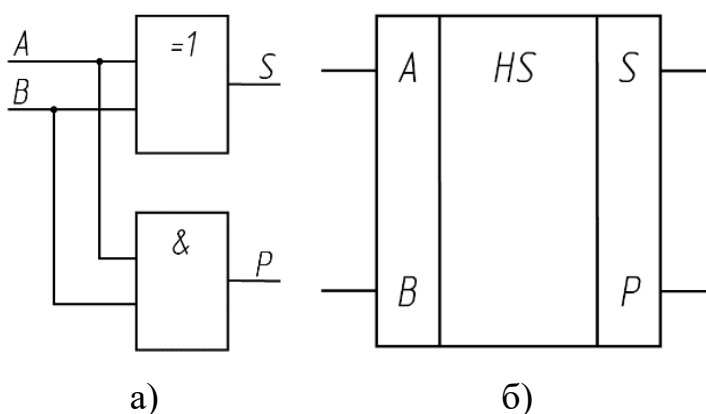
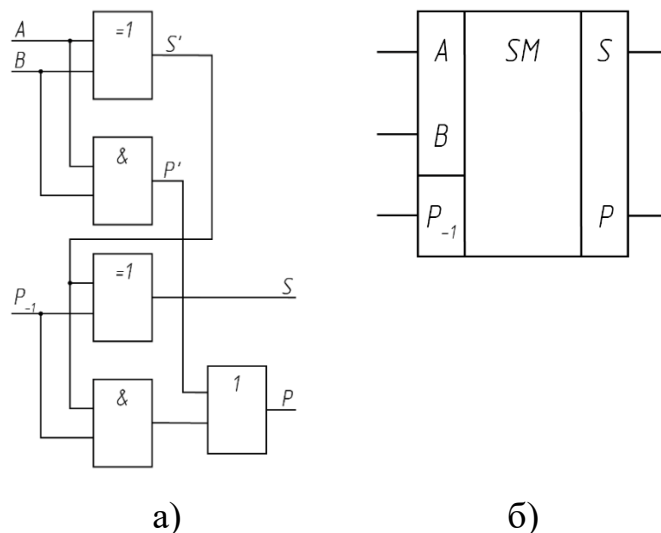
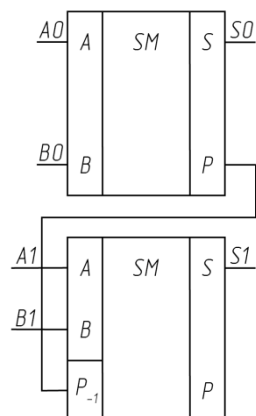

Рис. 4.1 – Схема (а) и условное обозначение (б) полусумматора
Рис. 4.2 – Схема (а) и условное обозначение (б) полного сумматора
Рис. 4.3 – Реализация сложения двух сумматоров
Сумматор – комбинационное логическое устройство, предназначенное для выполнения операции арифметического сложения чисел, представленных в виде двоичных кодов. Имеет два выхода: S (сумма) и P (перенос). Сумматоры являются одним из основных узлов арифметико-логического устройства (АЛУ). Условное обозначение полусумматора на схемах – HS (halfsum – полусумма) (рисунок 4.1б), а полного сумматора – SM (рисунок 4.2б).
- 1) В программе SimulIDE выполнить схемы полусумматора (рисунок 4.1), полного сумматора (рисунок 4.2), сложения двух разрядов (рисунок 4.3) с помощью логических элементов: Исключающего ИЛИ, И, ИЛИ. Сравнить полученные значения с таблицей 4.1.